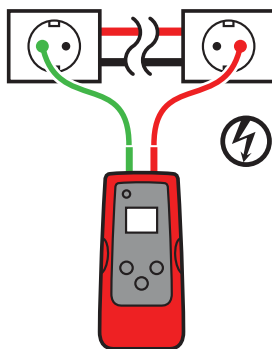

Figura 3.2a
2. Conecte el terminal rojo al cable de línea energizado (del lado de carga del sistema). La señal se transmitirá ÚNICAMENTE entre la salida a la que está conectado el transmisor y la fuente de alimentación (consulte la Figura 3.2a).